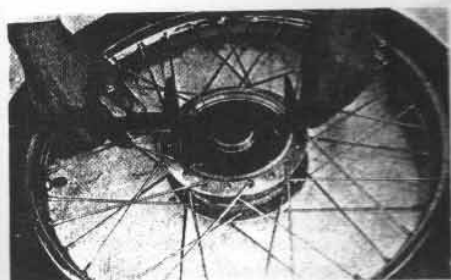

Fig. 79 Meten van achterremtrommel
- 4) Controleer de slijtage of beschadiging van de remtrommel. (Fig. 79)